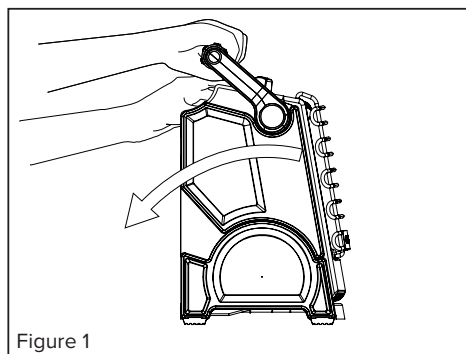

Figure 1
- À partir de l'arrière de la chaufferette (du côté opposé aux plaques de chauffage et la protection), placez une main sur le dessus arrière de la chaufferette et l'autre sur la poignée; voir la figure 1.